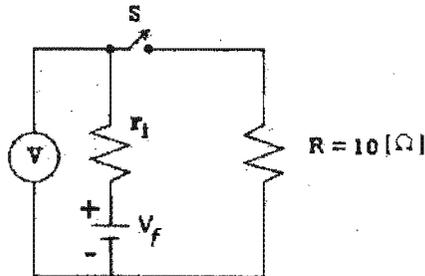

Figura 3.21.
- d) Arme el circuito de la figura 3.21
- g) Cambie la pila nueva por la pila usada y la resistencia de 10Ω por la resistencia de 100Ω en el circuito de la figura 3.21.
6. ¿Qué lectura registro el voltmetro en el circuito de la figura 3.21 en el inciso f?
9. ¿Qué lecturas registró el voltmetro figura 3.21 con la pila usada en el inciso i.?